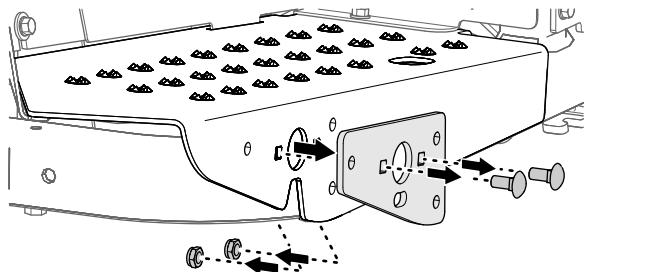

Figura 7
3. Retire el soporte de giro, los 2 pernos de cuello cuadrado (5/16" x 3/4"), y las 2 contratuerzas (5/16") de la máquina (Figura 7).